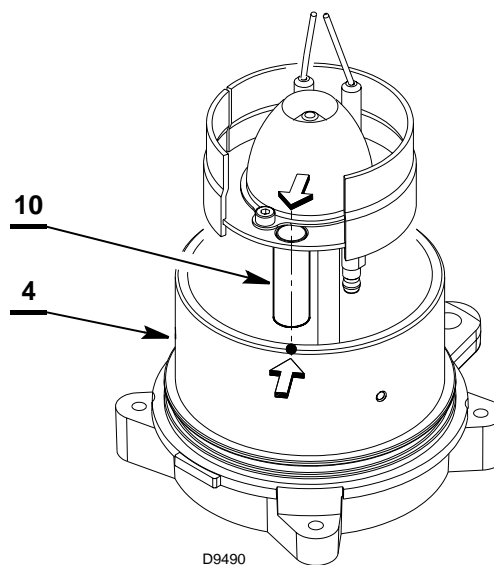

Fig. 25
- Reinserrire la testa di combustione 7) e fissarla con la vite 8) nello scarico del portaspruzzo 9), dopo essersi assicurati che il vetrino 10) sulla testa di combustione 7) sia orientato in modo da far coincidere il suo asse con il riferimento posto sul collare 4) (Fig. 25).